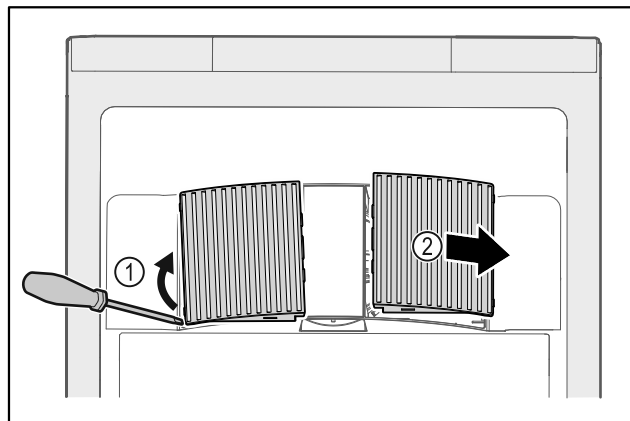

Fig. 228
► Осторожно подденьте крышки вентилятора сбоку Fig. 228 (1) и снимите их движением вперед Fig. 228 (2).